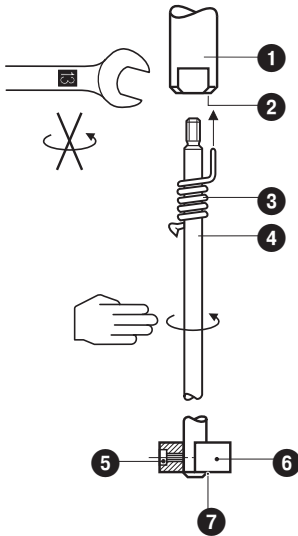

Fig. 7
1. Avvitare l'elettrodo ④ nel corpo della sonda ①. **Fig. 7**
3. Segnare la misura sull'elettrodo ④.
4. Svitare l'elettrodo ④ dal corpo sonda ① e tagliarlo.
5. Avvitare a fondo l'elettrodo ④ sul corpo ① e serrare. Far scorrere la molla di sicurezza ③ sull'elettrodo ④, affinché la parte piegata si inserisca nel foro ②.
6. Se fosse necessario il dischetto di estensione ⑥ inserirlo sull'elettrodo ④ assicurandosi che l'elettrodo sporga almeno due millimetri dal dischetto. Fissare il dischetto con il grano ⑤. Inserire la ranella di blocco ⑦ contro il dischetto ⑥.